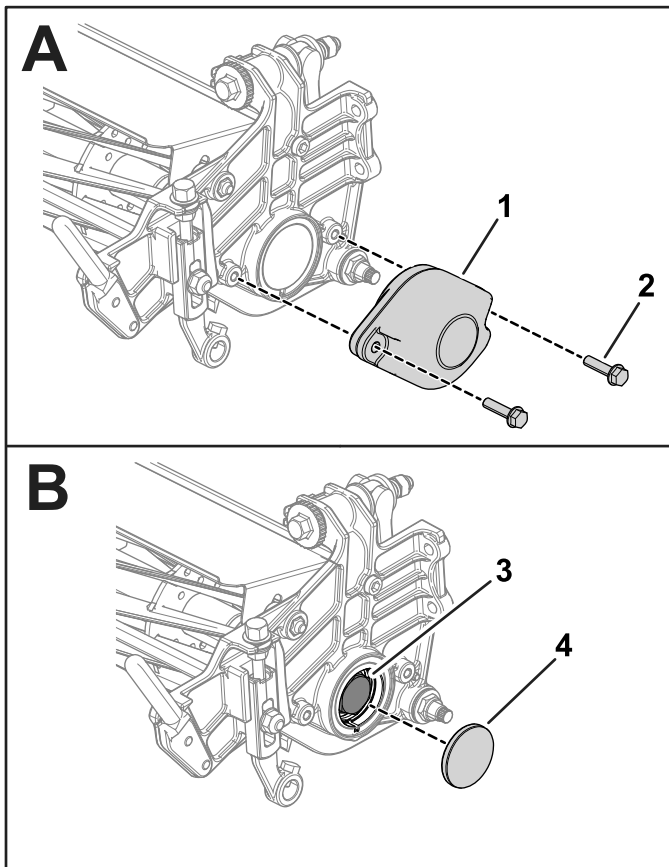

Bild 3
3. Entfernen Sie die Einstellschrauben für die Schnitthöhe und Rollenbefestigungsschrauben von den Schnitthöhenarmen (Bild 3).
4. Nehmen Sie die zwei Schrauben (5/16" x 2 1/4") von den zwei Muttern (unverlierbar an der Seitenplatte befestigt) ab, mit denen das Gegengewicht an der Seitenplatte des Mähwerks befestigt ist. Entfernen Sie das Gegengewicht (Bild 3).
- Entfernen Sie die Kappe und legen Sie die Lagermutter frei (**Bild 3**).
- Nehmen Sie die Lagermutter von der Spindelwelle ab (**Bild 3**).